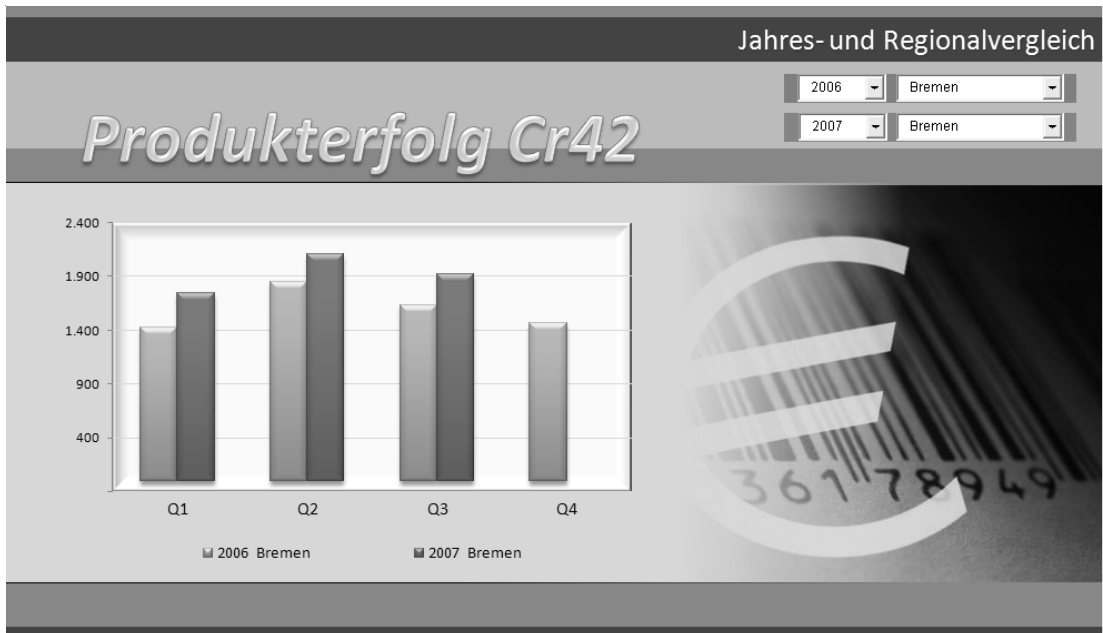

Abbildung 10.1 Einfach aber elegant. Das gilt hier in mehrerlei Hinsicht.
- Beispielsweise so, wie in Abbildung 10.1 gerade eingestellt: Wie sah es in Bremen 2006 aus und wie im Vergleich dazu 2007? (Die Säule für das vierte Quartal 2007 wird nicht angezeigt, weil es hierfür noch keine Daten gibt.)